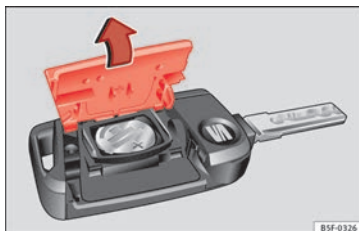

Bild 135 Bilnyckeln: öppna batteriluckan.
- Öppna och ta bort fjärrkontrollens batterilock **» bild 135** i pilens riktning **» ①**.
- Montera luckan enligt bilden **» bild 135** och tryck den på fjärrkontrollens hus, i motsatt riktning mot vad pilen visar, tills den klickar på plats.